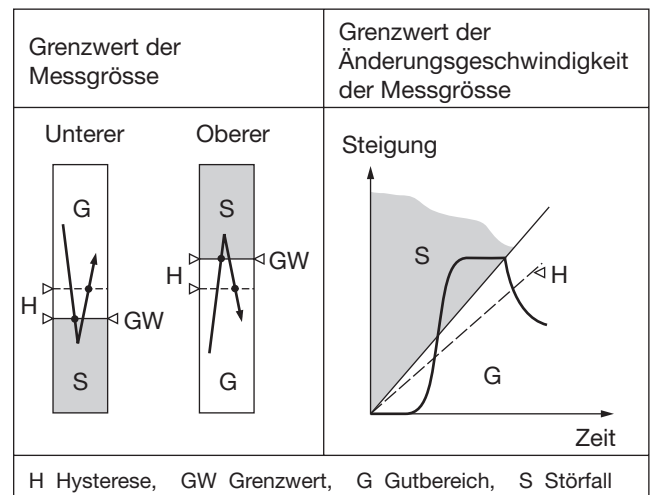

Bild 3. Schaltverhalten je nach Grenzwert-Typ.
- Unterer GW der Messgrösse (siehe Bild 3, links)
- Oberer GW der Messgrösse (siehe Bild 3, links)
(siehe Bild 3 rechts)